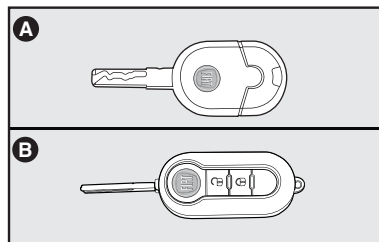

fig. 1
CHAVES - fig. 1
- Duas chaves (A ou B-fig. 1 conforme a versão).
A chave de ignição possui predisposição para instalação de telecomando a distância A-fig. 1.